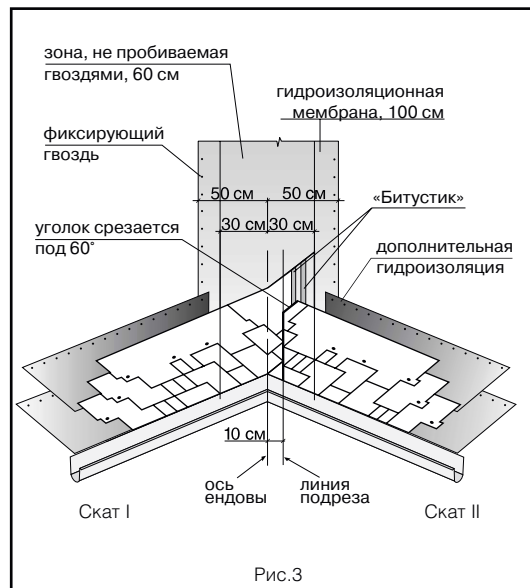

Рис.3
Эндова (рис. 3)
- на прилегающем скате (II) вдоль оси ендовы на расстоянии 30 см от нее отбивается линия;
- лист, подходящий к ендове со ската II, должен доходить до линии подрезки и обрезаться по ней. Верхний уголок обрезанного края листа подрезается под углом 60° (5 x 3 см – рис. 3);